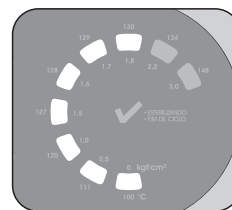

Fig. 6
Após o desbloqueio do equipamento, os 7 primeiros LEDs da barra indicativa de temperatura/pressão permanecerão acesos (Fig. 6), indicando a necessidade de executar o Ajuste de Altitude, que é o primeiro ciclo da autoclave. Realize este procedimento com a autoclave vazia, **sem materiais**, seguindo as instruções abaixo:
- 2▶ Durante o aquecimento, o LED **Aquecendo/Secando** se acenderá e os 7 LEDs piscarão (fig. 6). Todo o processo será realizado automaticamente, com uma duração de aproximadamente 15 minutos. Ao fim do procedimento, se acenderá o LED ✓, indicando que o Ajuste de Altitude foi realizado com sucesso. Pressione a tecla  para voltar ao modo inicial. Abra a porta da autoclave e aguarde o resfriamento da câmara (vaso de pressão) para utilizá-la novamente (cerca de 15 minutos).